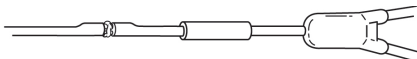

Fig. 6
6. Lägga lim på skarven. (Fig. 6)